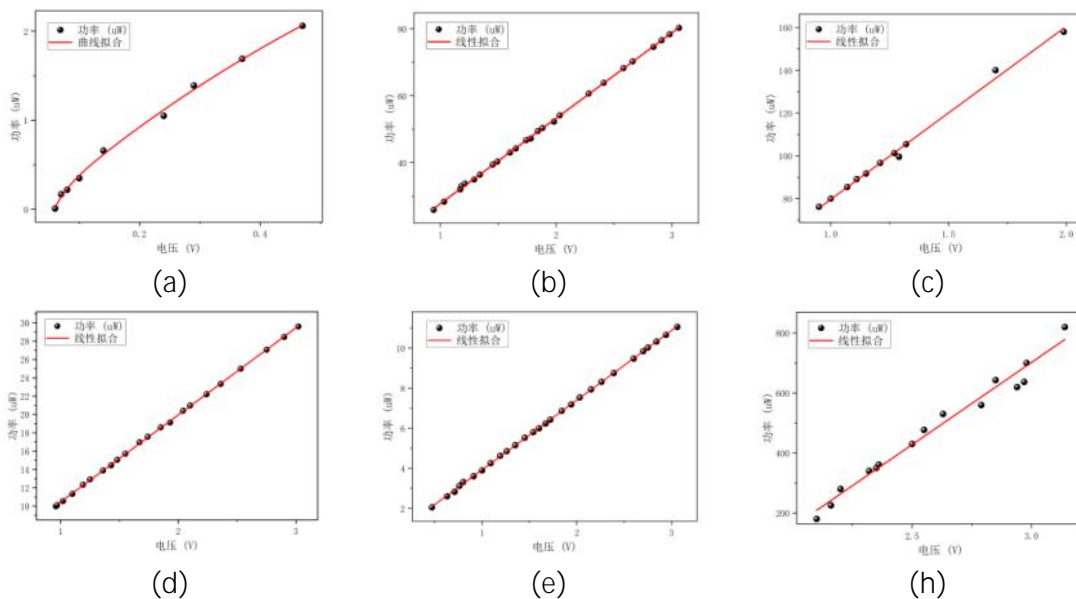

图10 数据拟合处理
(6)数据处理：包括定标曲线拟合以及实验结果分析，标定时选定曲线是十分重要的，最终我们采用分段线性拟合，拟合效果如图10所示。